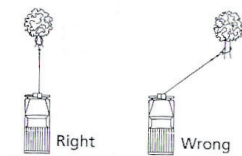

Fig 3.2
**! VORSICHT** Benutzen Sie die Winde nicht in einem spitzen Winkel, da sich dadurch das Kabelleil auf der einen Seite der Trommel stapelt, was das Kabelleil und die Winde beschädigen könnte. Bild 3.2